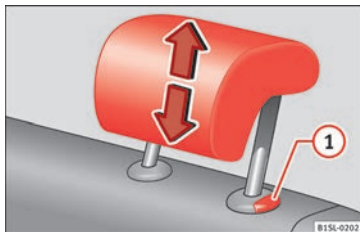

Abb. 66 Kopfstütze hinten einstellen.
- Kopfstütze in Pfeilrichtung nach oben oder bei gedrückter Taste » Abb. 66 ① » ⚠ nach unten schieben.